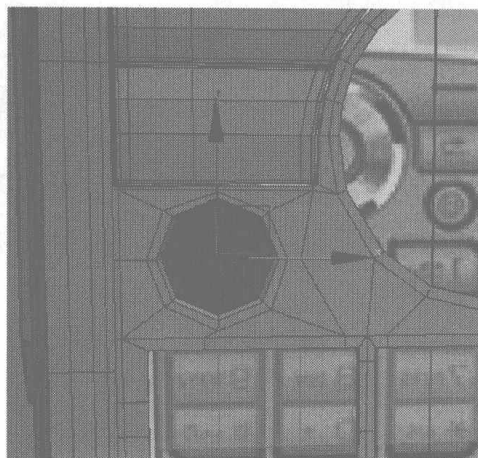
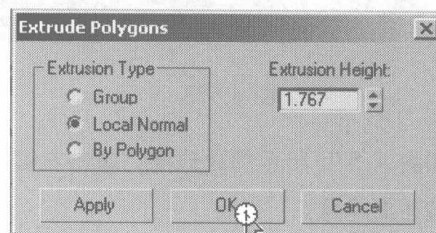
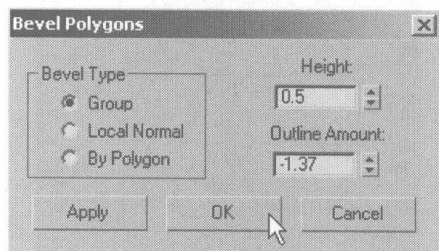

图 4.567
图 4.568
图 4.569
- 34** 选择如图 4.567 所示的面，对其适当地缩放后在 Edit Polygons 卷展栏中单击 **Extrude** 右侧的小按钮，在弹出的对话框中分别设置挤压参数，如图 4.568 所示，挤压出该面的厚度；再单击 **Bevel** 右侧的小按钮，在弹出的对话框中设置倒角参数，如图 4.569 所示。